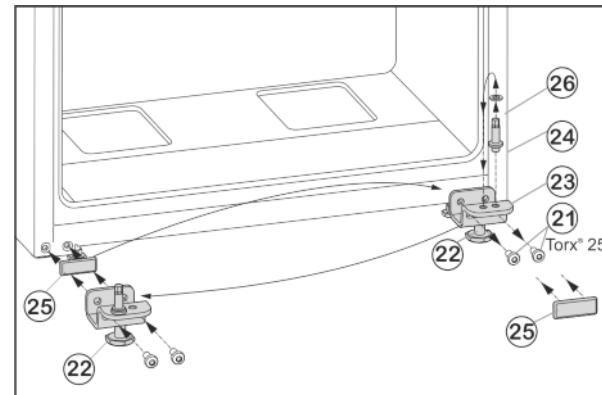

Fig. 7
- Открутите крепежные винты Fig. 7 (21).
- Снимите нижний опорный кронштейн Fig. 7 (23) вместе с опорным пальцем Fig. 7 (24), шайбой Fig. 7 (26) и регулируемой опорой Fig. 7 (22).
- Открутите опорный палец Fig. 7 (24) вместе с шайбой Fig. 7 (26) и, переставив в отверстие на противоположной стороне опорного кронштейна, снова прикрутите.
- Аккуратно снимите защитную пластины Fig. 7 (25) и переставьте ее на противоположную сторону.
- Прикрутите нижний опорный кронштейн Fig. 7 (23) вместе с опорным пальцем Fig. 7 (24), шайбой Fig. 7 (26) и регулируемой опорой Fig. 7 (22) с другой стороны шарнира (**с моментом 4 Нм**), при необходимости используйте аккумуляторный шуруповерт.
- Установите нижнюю дверцу сверху на опорный палец Fig. 7 (24).
- Выверните регулируемую опору Fig. 7 (22) на нижнем опорном кронштейне Fig. 7 (23) до ее соприкосновения с полом.